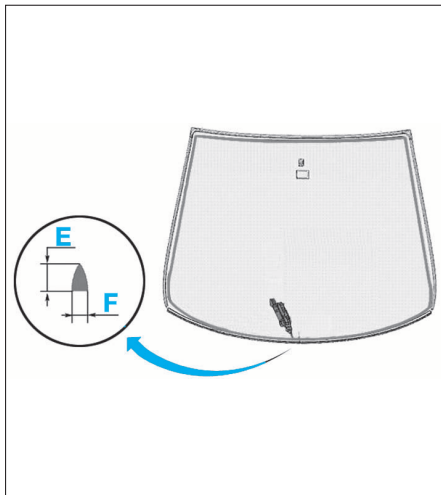

FIG. 114
- Préparer la buse en la coupant avec un diamètre (E) de 8 mm (Fig.114).